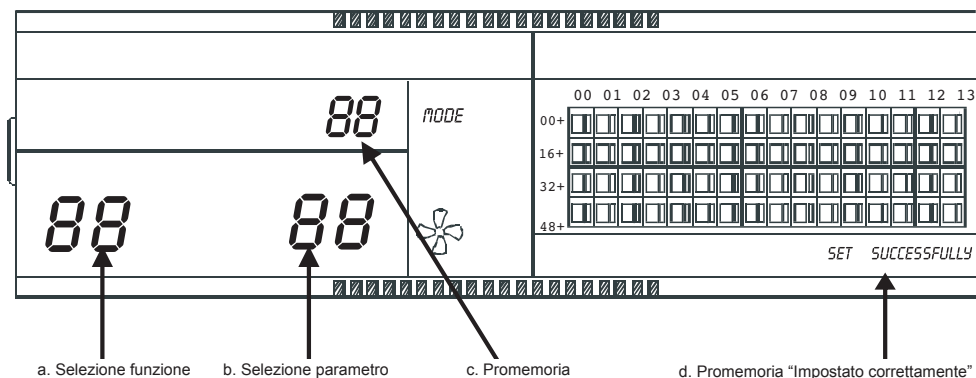

Fig 2.9 Display che mostra i contenuti relativi alla funzione di pulizia del filtro
① Impostare il codice di selezione 3 su "ON", selezionare "Ha una funzione opzionale" in riferimento alla tabella 2.1, quindi accendere il comando centralizzato, entro 1 minuto tenere premuto il tasto "QUERY", quindi premere il tasto "PAN", accedere all'impostazione funzione opzionale. Il doppio otto che rappresenta la selezione funzione (Fig.2.9 a) lampeggerà alla frequenza di 1Hz (visualizzazione predefinita 00) mostrando il codice funzione opzionale (vedere la tabella 2.2). Premere i tasti "INC" e "DEC" per selezionare la funzione, quindi premere il tasto "OK" per accedere alla selezione del parametro.
② Dopo l'accesso alla selezione del parametro, il doppio otto che rappresenta la selezione funzione si illuminerà, il doppio otto che rappresenta la selezione parametro (Fig.2.9 b) lampeggerà alla frequenza di 1Hz, mostrando il codice parametro opzionale. Premere i tasti "INC" e "DEC" per selezionare il parametro dettagliato.
③ Premere "OK" per confermare la selezione del parametro (per i dettagli sui codici parametro corrispondenti al tempo fare riferimento alla tabella 2.3).
④ Dopo l'impostazione, il doppio otto che rappresenta la selezione della funzione si illuminerà, lo schermo mostrerà "Impostato correttamente" (Fig. 2.9 d). Dopo 3 secondi, si uscirà automaticamente dall'impostazione della funzione opzionale. Lo schermo tornerà alla visualizzazione normale.